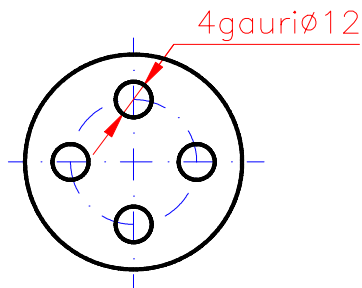

Figura 15 Cotarea elementelor identice
- a) Cotarea elementelor identice se face așa cum este exemplificat în figura 15. Se poate scrie fie „4gauri $\Phi 12$ ” fie „4 x $\Phi 12$ ”
- ✓ Elementele identice și dispuse simetric pe aceeași proiecție se cotează o singură dată (figura 15).